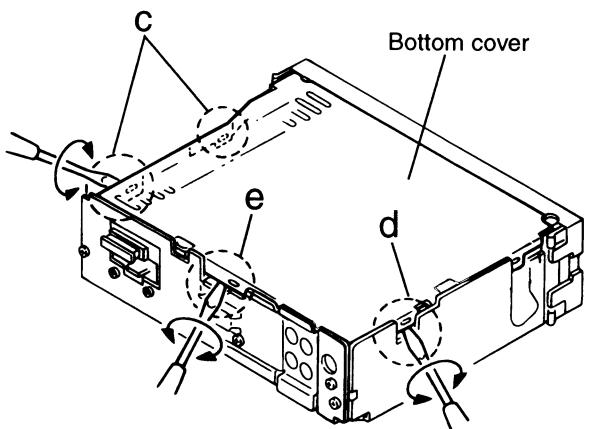

Fig. 3
- Redo the speaker wiring so that you can connect the unit to the speakers as illustrated in Fig. 3.
- If the speaker wiring in your car is as illustrated in Fig. 3, you can connect the unit using the original speaker wiring in your car.
- Die Lautsprecherverdrahtung erneuern, so daß Sie das Gerät an den Lautsprechern wie in Fig. 3 abgebildet anschließen können.
- Ist die Lautsprecherverdrahtung in Ihrem Auto wie in Fig. 3 abgebildet, können Sie das Gerät mit der Originalverdrahtung der Lautsprecher in Ihrem Auto anschließen.
- Recommencez le câblage des enceintes de façon que vous puissiez connecter l'appareil aux enceintes comme montré sur la Fig. 3.
- Si le câblage des enceintes de votre voiture est comme montré sur la Fig. 3, vous pouvez connecter l'appareil en utilisant ce câblage original d'enceintes pour votre voiture.
### ■ Removing the Bottom cover (See Fig. 3)